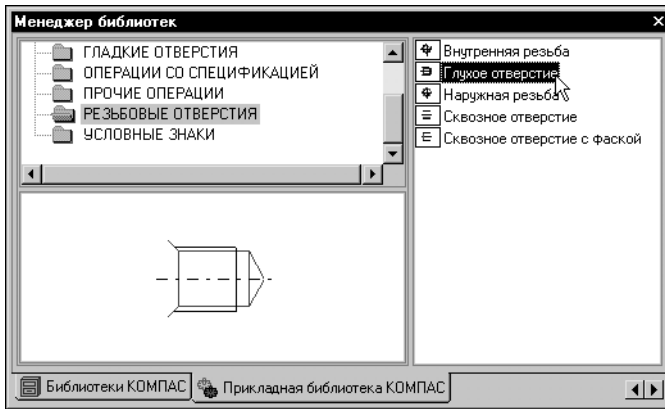

Рис. 51.95. Выбор библиотечного элемента
2. Подключите (если она еще не подключена) или активируйте Прикладную библиотеку КОМПАС, раскройте раздел *Резьбовые отверстия* и выберите элемент *Глухое отверстие* (рис. 51.95).